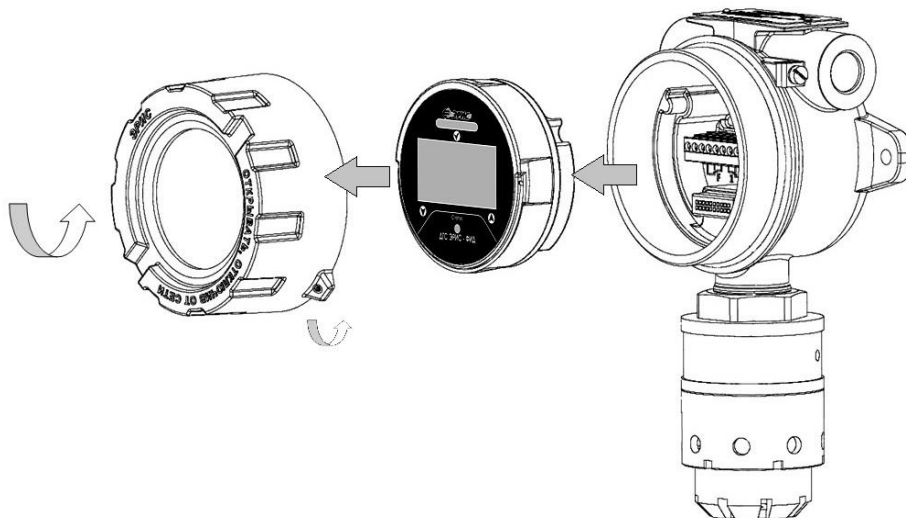

Рисунок 16 – Схема разбора ДГС ЭРИС-ФИД М
- А) Открутить стопорный винт в крышке газоанализатора (рис.16).